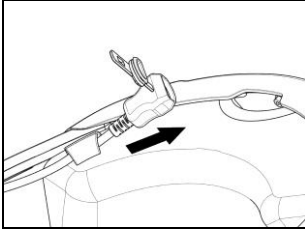

Fig. 18
- Faites passer le câble de charge dans la bande élastique de la mousse de confort (Fig. 18).